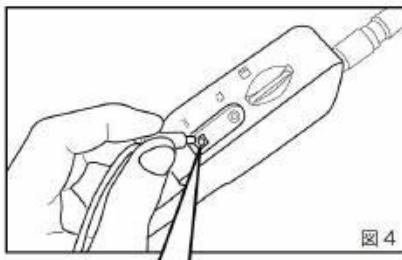

図4
- ①モニタ本体の電源が切れている状態で付属のACアダプタの出力プラグをモニタ本体のACアダプタ挿入口に差し込みます。(図4)